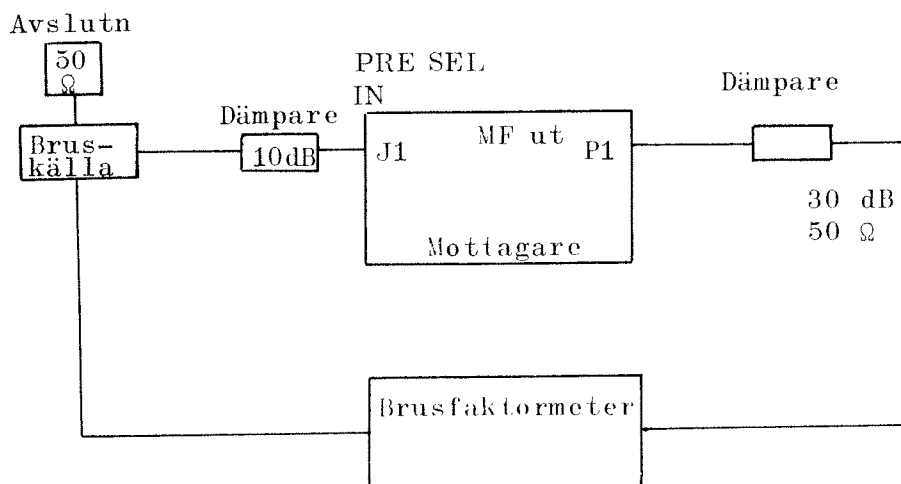

Bild 3
3.7.1 Koppla upp för brusfaktormätning enligt bild 3. Bruskällans ena utgång ansluts till mottagaringången över en kort kabel (20-30 cm). Bruskällans andra utgång avslutas med 50 ohm. Brusfaktormeters ingång ansluts över en dämpare till andra MF-filtrets utgång.